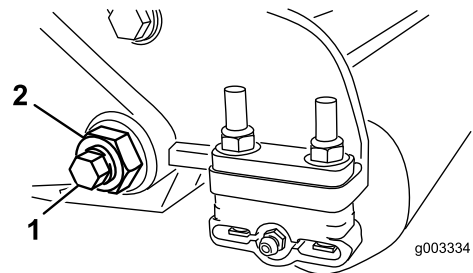

图30
3. 在机器的另一侧，松开固定底刀架螺栓（图30）的锁紧螺母。
4. 拆下两个底刀架螺栓，向下拉动底刀架并从机器螺栓（图30）上拆下来。